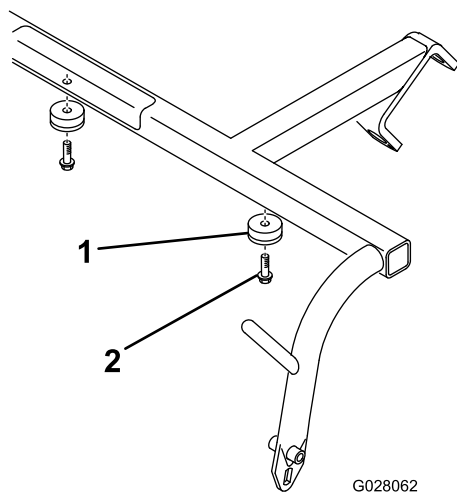

Figure 2
2. Montez les 2 butées en retrait dans la face inférieure de chaque tube transversal du cadre de traction au moyen de 2 vis autotaraudeuses à embase (Figure 2).